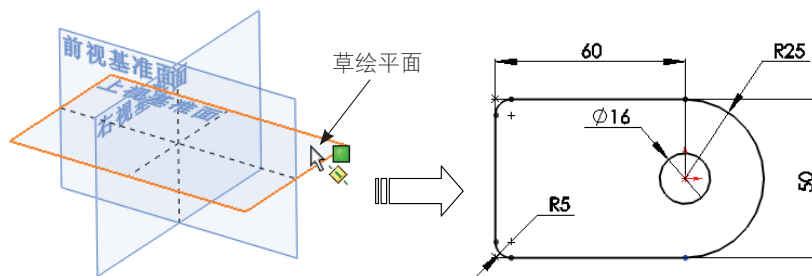

图1-77 绘制阀体底座草图
- 02_ 在【特征】选项卡中单击【拉伸凸台/基体】按钮, 选择上视基准面作为草绘平面, 并绘制出阀体底座的截面草图, 如图1-77所示。